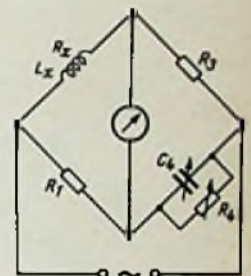

Bild 2. Maxwell-Wien-Brücke; C_4 dient zum Abgleichen von L_x
2. Maxwell-Wien-Brücke (Bild 2)
Wie Bild 2 zeigt, wird der Abgleich am besten mit den Elementen C_4 und R_4 vorgenommen. Ist dagegen C_4 fest, so kann mit R_1 und R_3 die Bedingung für L_x und mit R_4 die für R_x erfüllt werden. Diese Brücke eignet sich vornehmlich zur Bestimmung kleinerer Induktivitäten. Sie weist folgende Vorteile auf:
Bild 3. Induktivitätsbrücken nach Anderson. Durch die beiden zusätzlichen Glieder R_5 und C erhält man weitere Abgleichmöglichkeiten. Für $R_5 = 0$ erhält man die normale Maxwell-Wien-Brücke entsprechend Bild 2
Denkt man sich bei der Anderson-Brücke den im Nullzweig liegenden Widerstand verschwindend klein, dann liegt C praktisch parallel zu R_3 und man erhält eine normale Maxwell-Wien-Brücke entsprechend Bild 2.